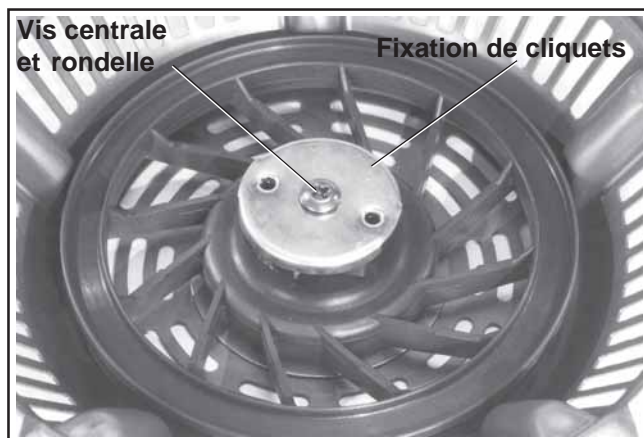

Figure 7-4. Vis centrale, rondelle et fixation de cliquets.
2. Retirer la vis centrale, la rondelle et la fixation de cliquets. Voir la Figure 7-4.